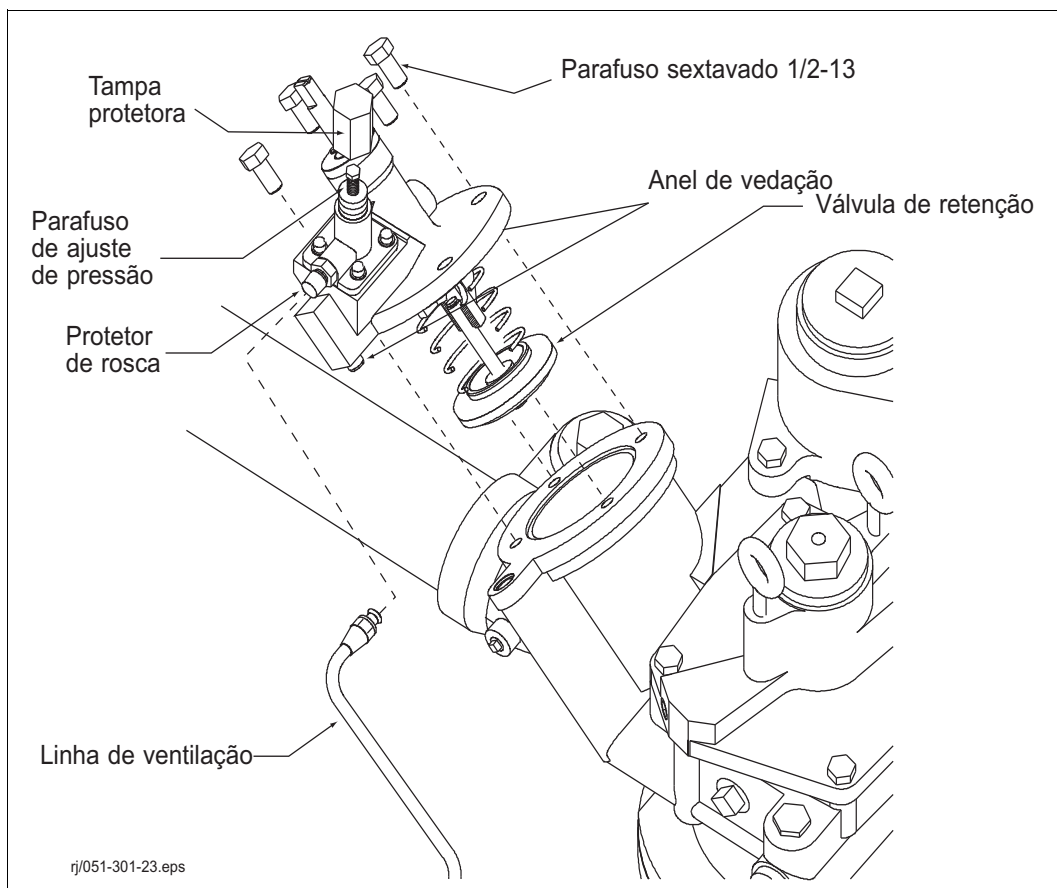

Figura 16. Conjunto da válvula de retenção Maxxum®
1. Alivie a pressão do sistema removendo a tampa protetora e depois retirando o parafuso de ajuste da pressão (consulte a Figura 16).